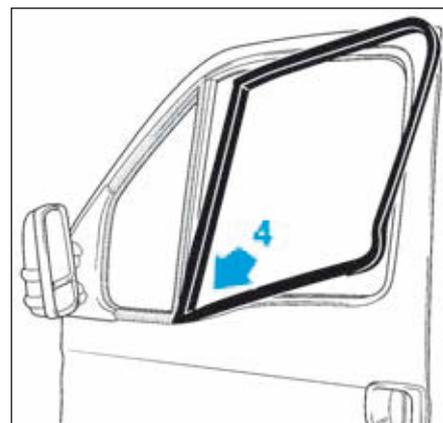

FIG.98
- Chausser l'angle inférieur du joint (4) (Fig.98).